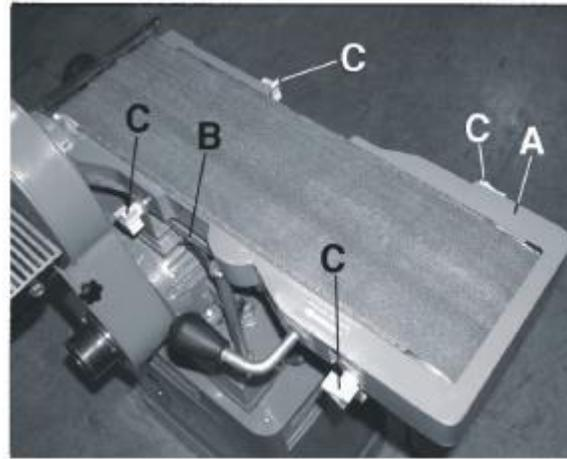

Рис. 16
2. Снять торцовое ограждение (А), рис. 16, и нижнее ограждение (В), отвернув четыре фиксирующие рукоятки (С).